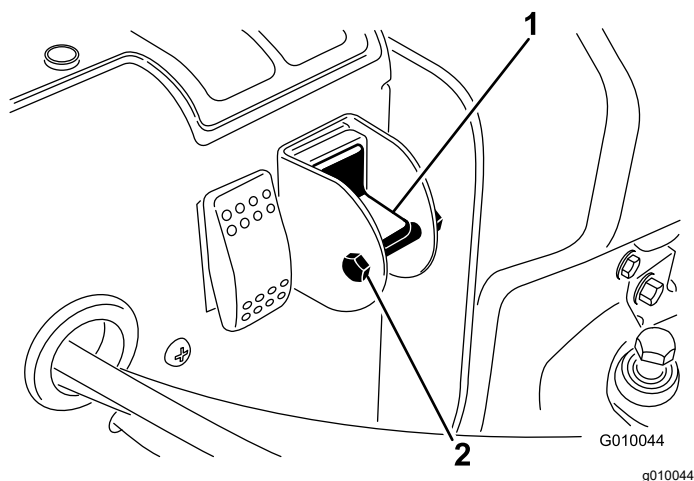

Figura 21
4. Rimuovete il bullone di bloccaggio e il dado dal selettore (Figura 21).